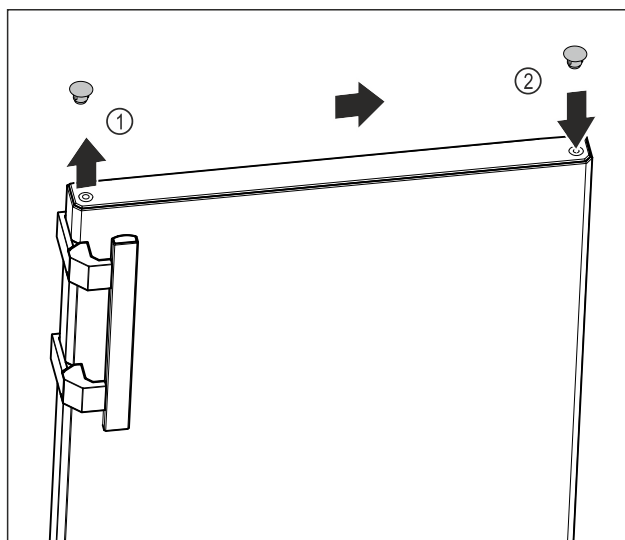

Fig. 13
- Ridicați cu precauție dopurile de acoperire de pe partea superioară a ușii Fig. 13 (1) cu șurubelniță plată.
- Montați dopurile de acoperire pe partea opusă. Fig. 13 (2)